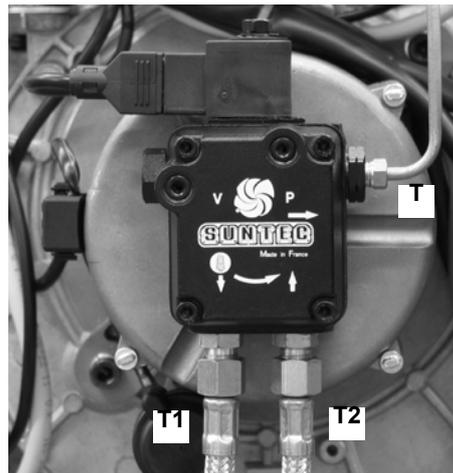

Fig. 38
- Détacher les tuyaux d'huile légère T1 et T2 de la pompe (Fig. 38).